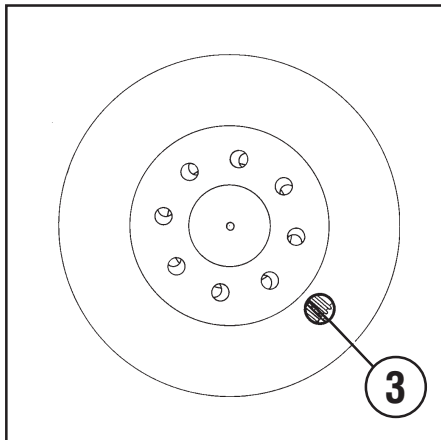

Abb. 52
- Rädchen (3 Abb. 52) manuell drehen, um die Bremsbacken einzustellen.